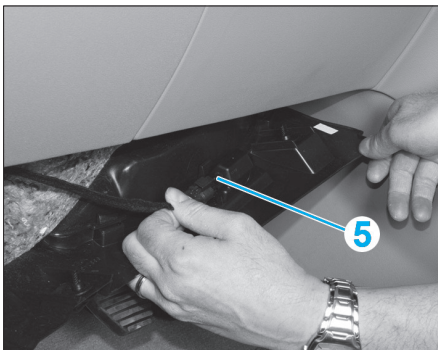

Fig. 39
• Débrancher le connecteur (5) (Fig.39).
- Débrancher le connecteur (5) (Fig.39).